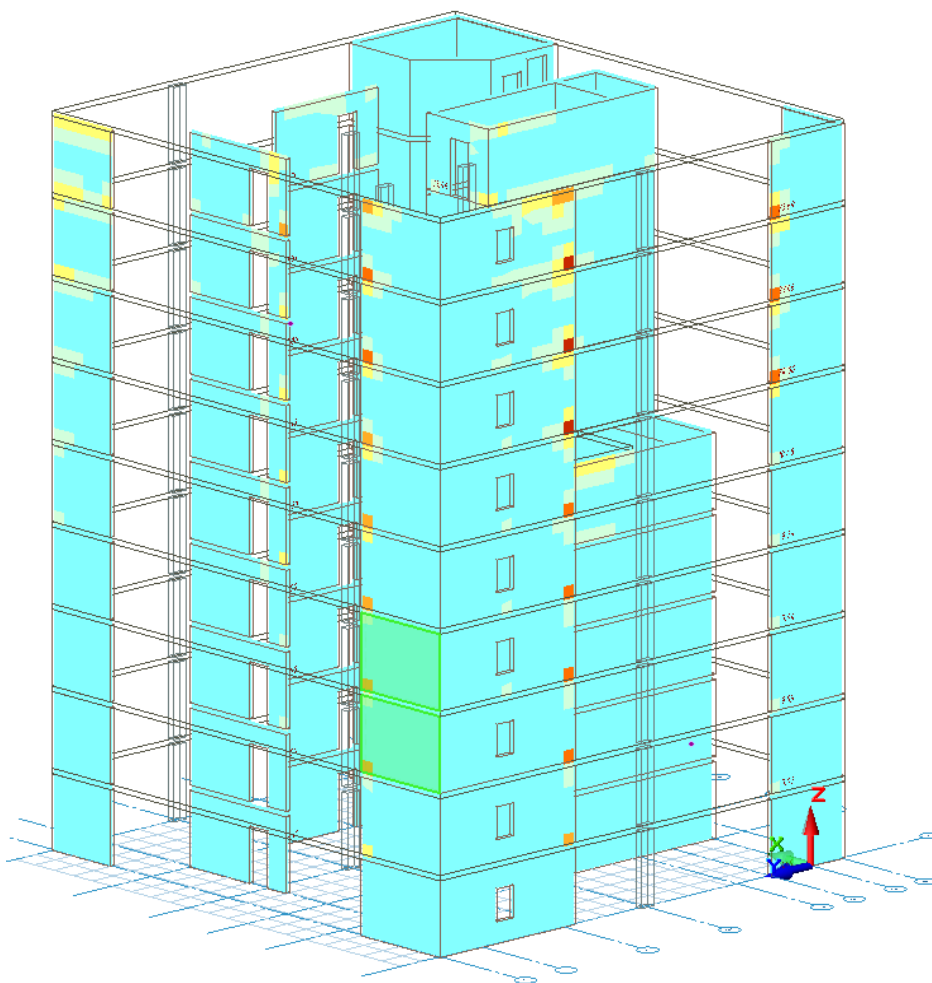

Рис.8.9. Автоматизированное выделение стен
- Руководствуясь отображаемыми значениями и мозаикой площади армирования выделите диафрагму третьего этажа, расположенную на оси И, указав ее в модели (рис.8.9).